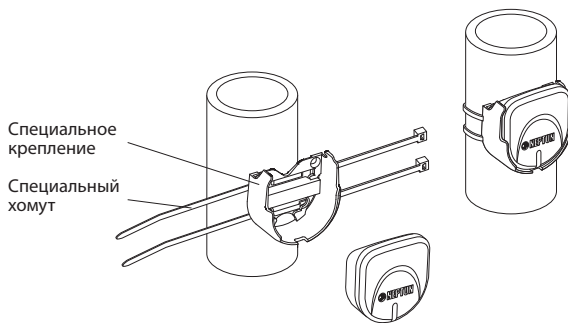

Рис. 11. Установка радиодатчика на трубы.
3. На трубе с помощью *специального хомута* и вышеописанного *специального крепления*. В этом случае датчик фиксирует протечки, которые возникают на стояках труб (рис. 11).